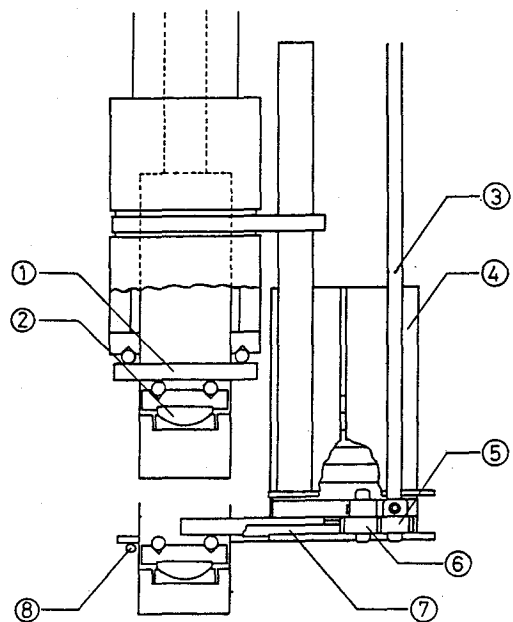

図2 曲げ試験用治具
図2は四点曲げ試験用治具の概略である。本装置は図1に示した引張試験用装置のうち、荷重を加えるためのロッドおよびパイプ、それに回転ハンドル軸をそのままにして、他の部分を取り換えたものである。試験片①は、10mm×10mm×80mmの角柱である。四点曲げの難しさは、負荷用の4本のピンの平行度によっては荷重が均一にかからない点にあるが、ここでは、球面座②を用いることによりこの難点を解消している。球面座はスチール製の市販のもので潤滑用グリースを洗い去って使用している。試験片の四点曲げ治具への取り付けは次の手順で行われている。まず、試験片は最高15本まで格納することのできる試験片ホルダー④に積み上げられている。ハンドル軸③を回すと歯車⑤を介してベニオン⑥が回転し、ラック⑦が左右に移動する。この運動により、試験片ホルダー内の最下部に置かれた試験片を送り出し、下部曲げ治具の上にセットする。その後、試験片ごと治具を上部に引き上げてゆき、上部曲げ治具との間で曲げ試験を行う。曲げ試験が終わった状態で、試験片が完全に2つに破断せずに治具の上に載ったままになっている場合にはそのまま下におろし、下方に取り付けた引っ掛け棒⑧で試験片を引っ掛けて下に落とす。このようにして、1本の試験片の試験が完了する。